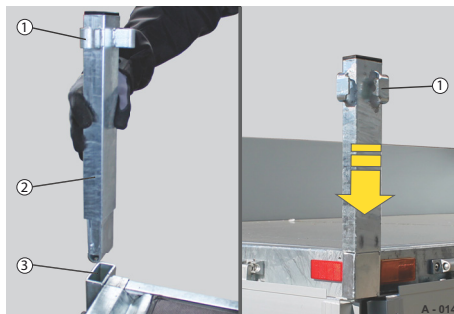

Abb. 15 Eckrunge einstecken
- Alle Eckrunge (Abb. 15/2) in die Runzentaschen (Abb. 15/3) einstecken - Richtung der Verschlussnasen (Abb. 15/1) beachten.